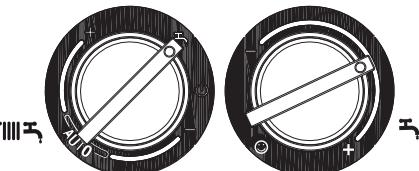
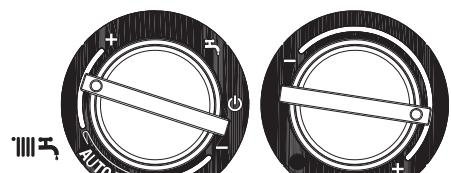

Fig. 16
Fig. 18
10. 第一次点火与调试 (Fig.7, Fig.16-Fig.18)
- 将模式选择旋钮置于夏季位置 (Fig.16)；
- 将模式选择钮放于冬季位置 (Fig.18)；